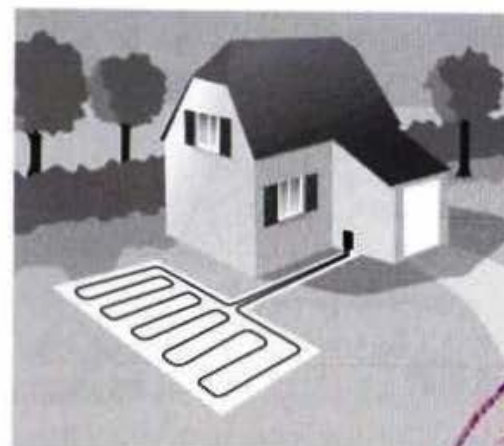

Fig. 5.5 – Captage horizontal
- La géothermie captage horizontal (fig. 5.5)